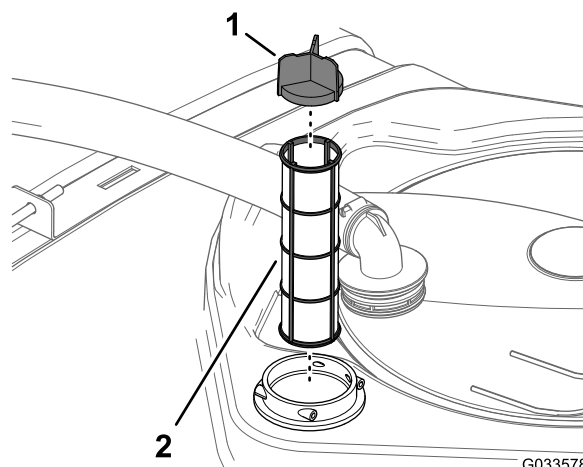

図 79
4. フィルタハウジングタンク内部からストレーナを取り出す 図 79。